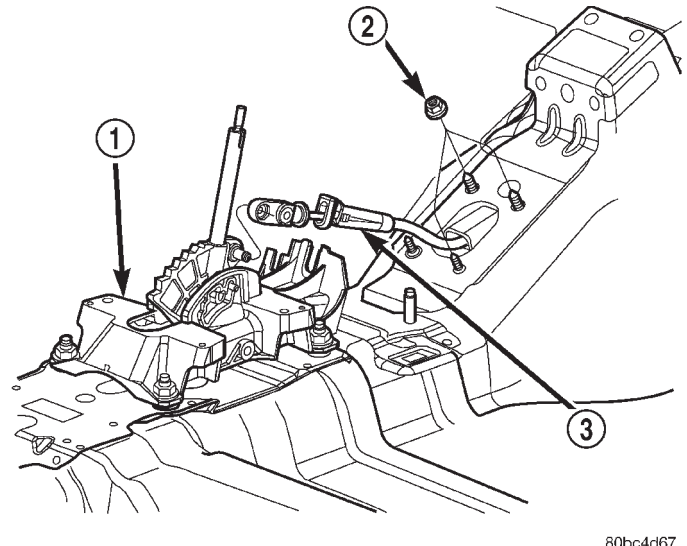

Fig. 183 Cable del cambio de marchas en el conjunto del cambiador
(4) Desconecte el cable del cambio del conjunto del cambiador tal como se indica en la (Fig. 183).
(5) Retire las tres tuercas de la placa de virola al suelo de la carrocería como se indica en la (Fig. 183).
(6) Desconecte los dos cables de la batería, retire el perno y la abrazadera de sujeción de la batería y retire la batería.
(6) Instale las tuercas de la placa de virola al suelo de la carrocería y apriételas con una torsión de 6 N·m (50 lbs. pulg.).
(7) Conecte el cable del cambio de marchas en el conjunto del cambiador tal como se indica en la (Fig. 183).